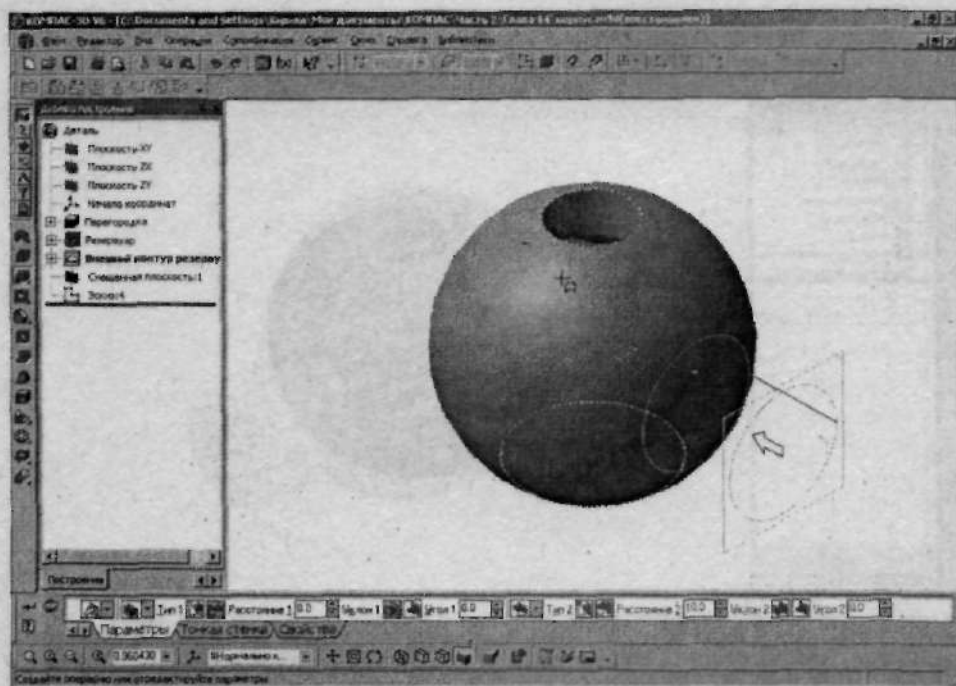

Рис. 2.132. Присоедините патрубок к Резервуару
9. Выберите тип построения **До поверхности** и щелкните по *Резервуару* (рис. 2.132).